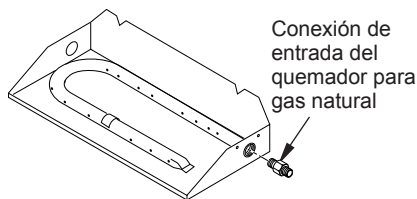

Figura 11. Quite la conexión de entrada del quemador
1. Quite la conexión de entrada del quemador del ensamblaje de charola y quemador (consulte la figura 11). NO quite el orificio de esta conexión. La conexión de entrada del quemador para propano o gas LP que se incluye en el paquete de ferretería tiene seis orificios y se debe utilizar para reemplazar la conexión de entrada para gas natural (consulte la figura 12).